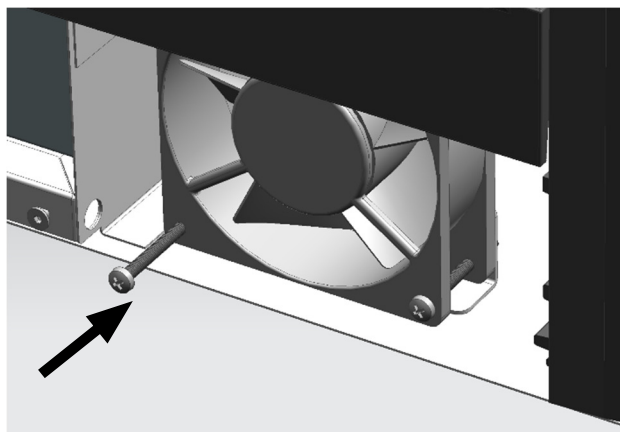

Fig.2
8. Afrouxe os parafusos que prendem as ventoinhas (Fig. 2)